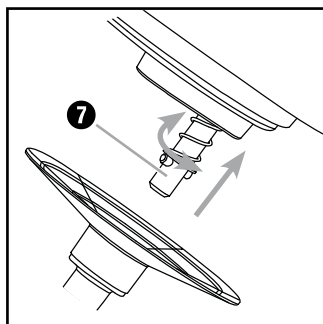

Abb. 1 Montage der Einsätze
- 1) Drücken Sie die Entriegelungstaste ② - 2) Setzen Sie die Rührschüssel ⑥ so ein, dass die Arretierungen an der Rührschüssel ⑥ in die Aussparung am Sockel ⑤ greifen. Drehen Sie die Rührschüssel ⑥ im Uhrzeigersinn (siehe Symbole  und  am Sockel ⑤), so dass diese verriegelt ist und fest sitzt.
- 4) Montieren Sie je nach Aufgabe Knethaken **10**, Schneebesen **11** oder Flachrührer **12** auf der Antriebsachse **7** (Abb. 1):